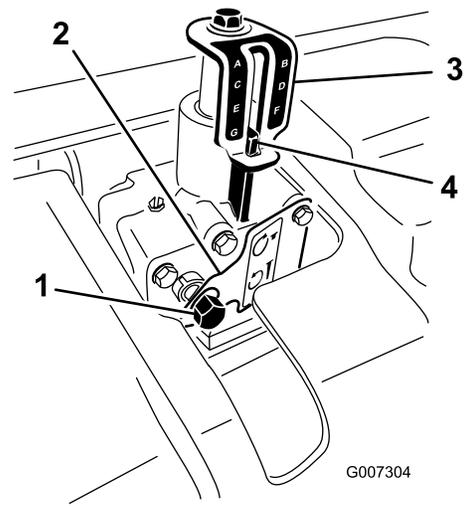

Figura 24
5. Rode o ajustador de profundidade no sentido dos ponteiros do relógio para reduzir a profundidade de arejamento ou no sentido contrário ao dos ponteiros do relógio para aumentar a profundidade de arejamento. (Figura 24).
6. Rode o veio de entrada do ajustador de profundidade até obter a profundidade desejada, conforme indicado no autocolante indicador de profundidade (Figura 24).
3. Insira um parafuso sextavado no veio de entrada do ajustador de profundidade (Figura 24).